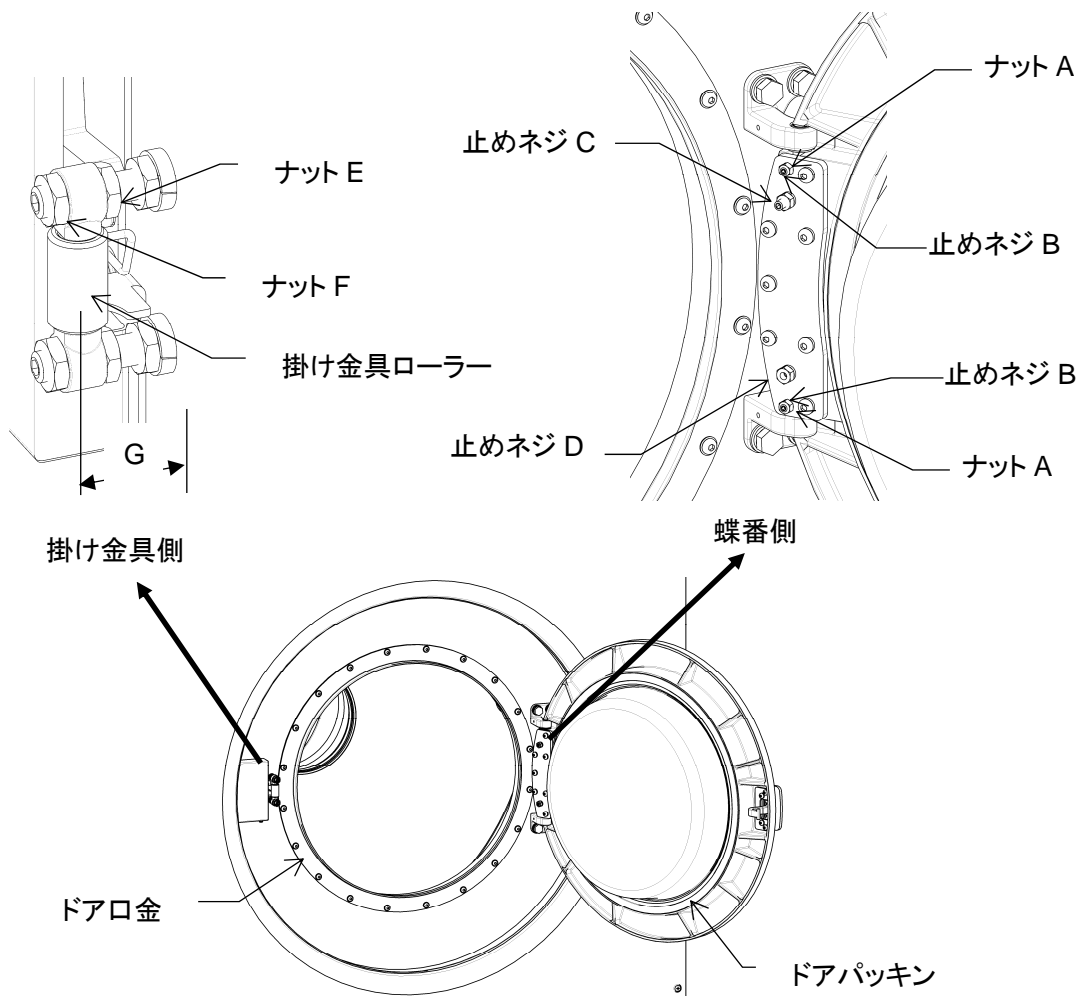

図8-12
8. 3. 6 ドア部(図8-12)
- ・その紙を(図8-12)の様にドアパッキンとドア口金の間に挟み、ドアを閉めます。この時、水分は十分拭取られ、しばらくドアを開放し乾燥されていなくてはなりません。